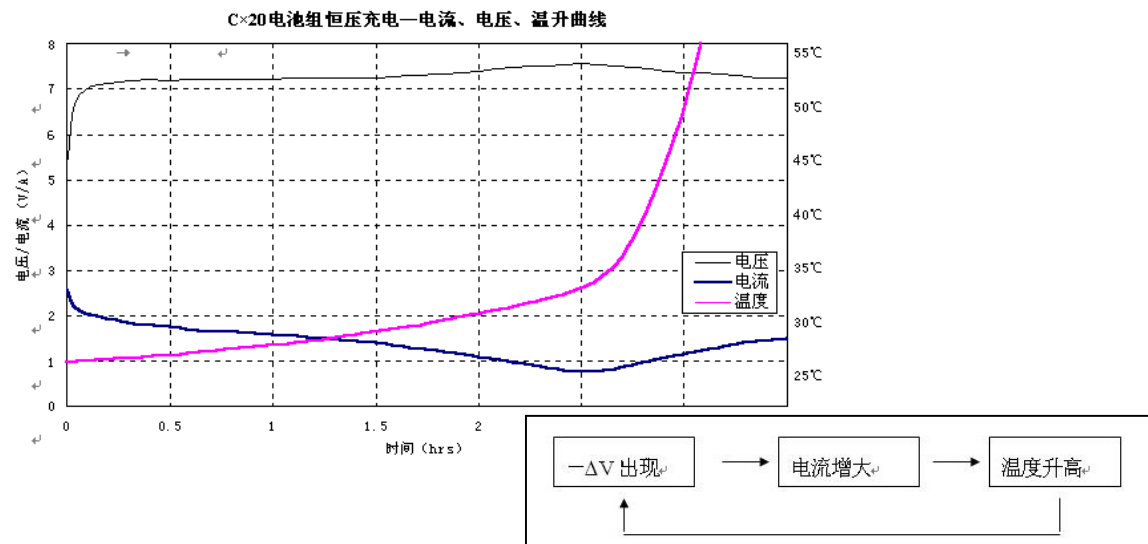

图 16 20xC 型电池采用铅 CC-CV 控制充电全过程
- 2: 严禁采用铅酸电池或锂电池的充电线路充镍氢电池，铅酸电池或锂电池的 CC-CV 的充电线路会造成镍氢电池的严重过充甚至导致漏液及其他严重后果,如图 16 所示。